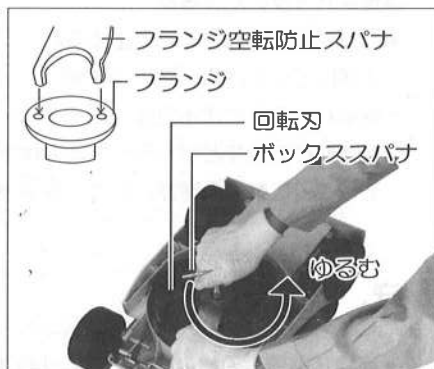
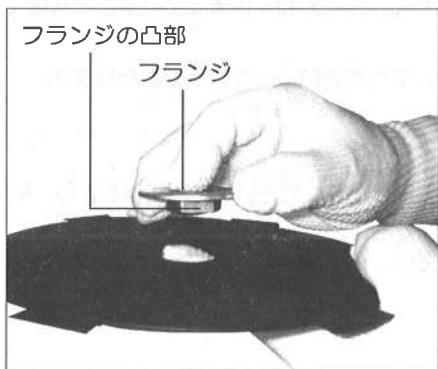

図16
図17
- ③フランジの穴に付属のフランジ空転防止スパナを差し、フランジの空転を止めてください。付属のボックススパナでゆるみ止めナットを外してください。(図16参照)
- ④回転刃を持ち上げ、回転軸から外してください。
- ⑤フランジの凸部を手で押し、回転刃からフランジを外してください。(図17参照)